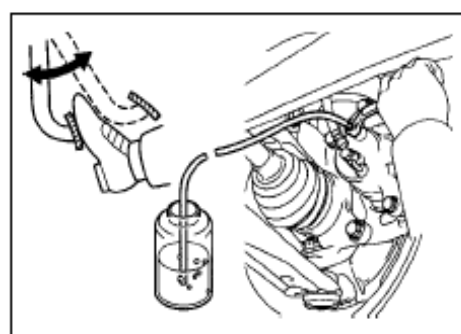

Рис. 246
- 3. Подсоедините трубку к штуцеру прокачки на тормозном суппорте;(рис. 246)**